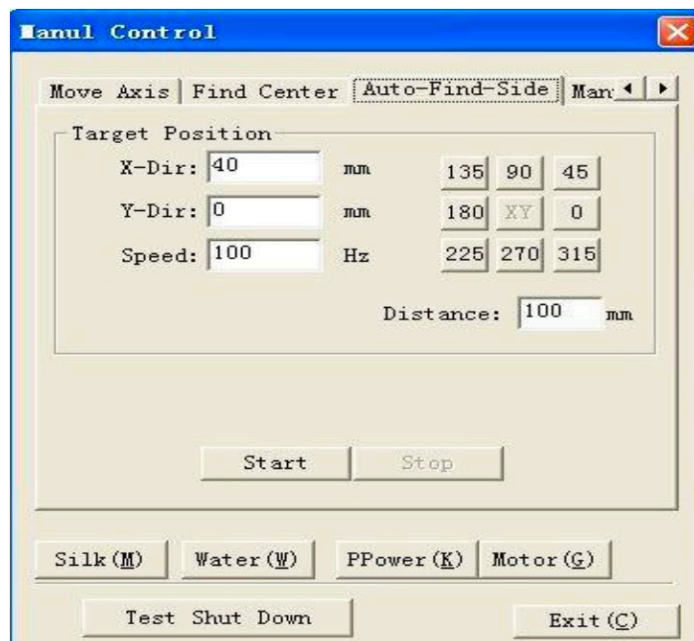

Рисунок 5.22 – Поиск стороны
- 3) Автоматический поиск стороны (Рисунок 5.22)